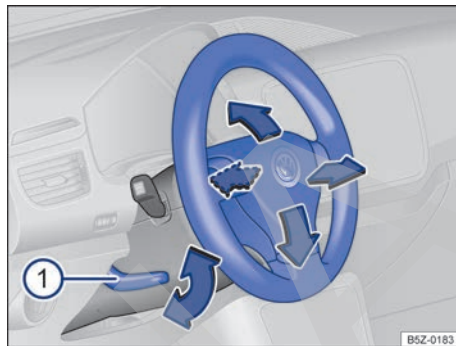

Fig. 67 Ajustar la posición del volante.
- Empujar la palanca → fig. 67 ① hacia abajo y colocar el volante en la posición deseada.